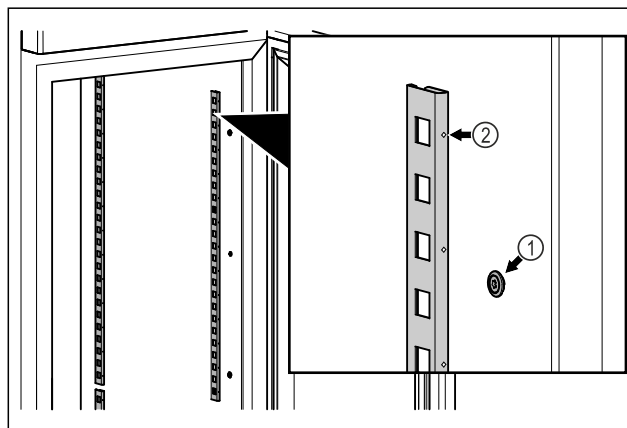

Fig. 79 Vejledende illustration
- Hægt glaslisterne Fig. 79 (1) fast i ophænget. Mærket Fig. 79 (2) skal pege fremad.